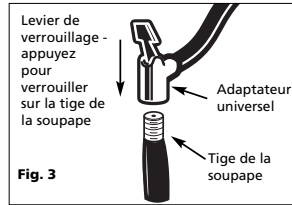

Fig. 3
d.) Appuyer sur le levier de verrouillage vers le bas pour le verrouiller sur la tige (voir la figure 3).
- 1) Pour utiliser les accessoires de gonflage, insérer l'accessoire dans l'adaptateur universel et pousser le levier de verrouillage pour verrouiller en place (voir la figure 3). L'accessoire de gonflage s'ajustera serré.